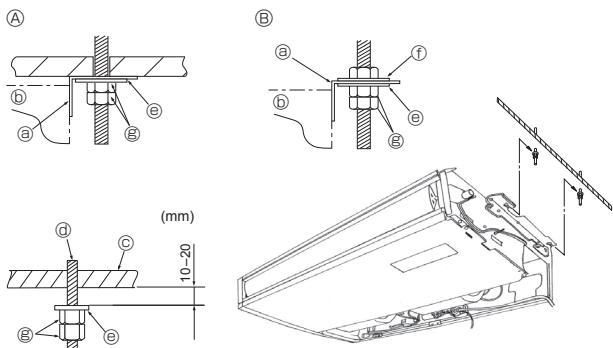

Fig. 3-5
⑥ Hinge
⑦ Pusing hængslet og trække sig ud indtagsgitter.
⑧ Tvinger åbne indtagsgitter eller åbne det for en vinkel på mere end 120° kan beskadige hængsler.
3.3. Montering af den indendørs enhed (Fig. 3-5)